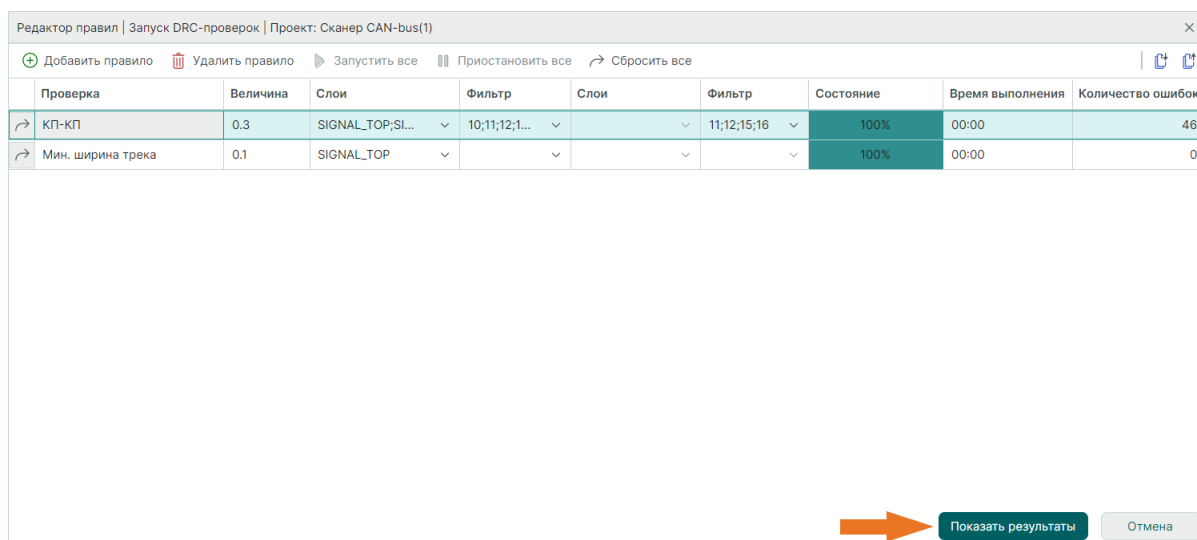

Рис. 476 Переход к просмотру результатов
7. Для перехода к просмотру результатов проверки нажмите кнопку «Показать результаты», см. Рис. 476.